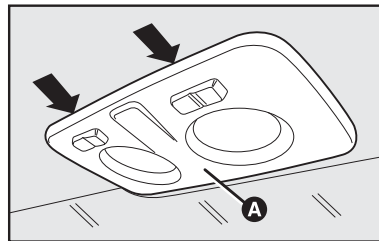
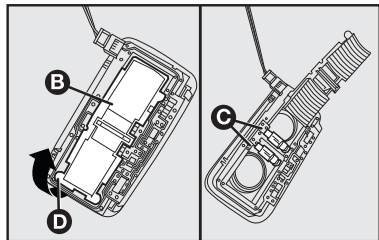

fig. 30
fig. 31
- atuar nos pontos indicados pelas setas com uma chave de fenda e remover a plafoniera **A-fig. 30**, cuidando para não danificar o revestimento do teto e a plafoniera com a ferramenta;
- abrir a portinhola de proteção **B-fig. 31** atuando com uma chave de fenda no ponto indicado **D-fig. 31**.
- fechar a portinhola **B-fig. 31** e fixe a plafoniera **A-fig. 30** no próprio alojamento certificando-se do bloqueio.